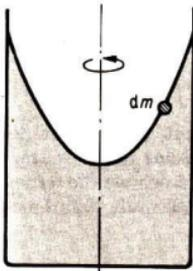

Bild 32
- 4.5 In einem zylindrischen Gefäß, das um seine senkrechte Achse rotiert, befindet sich Wasser. In einem durch die Rotationsachse verlaufenden Schnitt ist die Wasseroberfläche parabelförmig (Bild 32). Begründen Sie das qualitativ, indem Sie die auf ein Flüssigkeitsteilchen mit der Masse dm wirkenden Kräfte untersuchen.